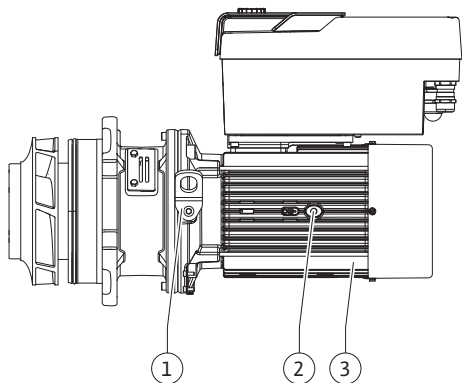

Fig. 107: Siseosakomplekt
13. Asetage siseosakomplekt (vt Fig. 107) pumbakorpusse vanas või mõnes muus soovitud nurkasendis. Arvestage sealjuures osade lubatud paigaldusasendeid (vaadake peatükki „Lubatud paigaldusasendid ja osade paigutuse muutmine enne paigaldamist“ [► 24]).
14. Soovitav on kasutada paigalduspolte (vaadake peatükki „Lisavarustus“ [► 19]). Kui võllikatte on tuntavalt haardunud (u 15 mm enne lõppasendit), ei ole enam ümberkukkumis- või kaldumisohtu. Pärast seda, kui siseosakomplekt on vähemalt ühe poldiga (Fig. I/III, pos. 10 või Fig. III/IV, pos. 29) kinnitatud, võib kinnitusvahendid tõsteasadelt eemaldada.
15. Keerake poldid (Fig. I/III, pos. 10 või Fig. III/IV, pos. 29) sisse, kuid mitte lõplikult kinni. Poldide kinnikeeramisel tõmmatakse siseosakomplekt pumbakorpusse.